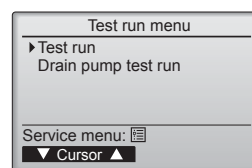

Fig. 6-4
④ Seleccione "Test run" (Testar funcio.) com o botão **[F1]** ou **[F2]** e, em seguida, prima o botão **⏻**. (Fig. 6-4)